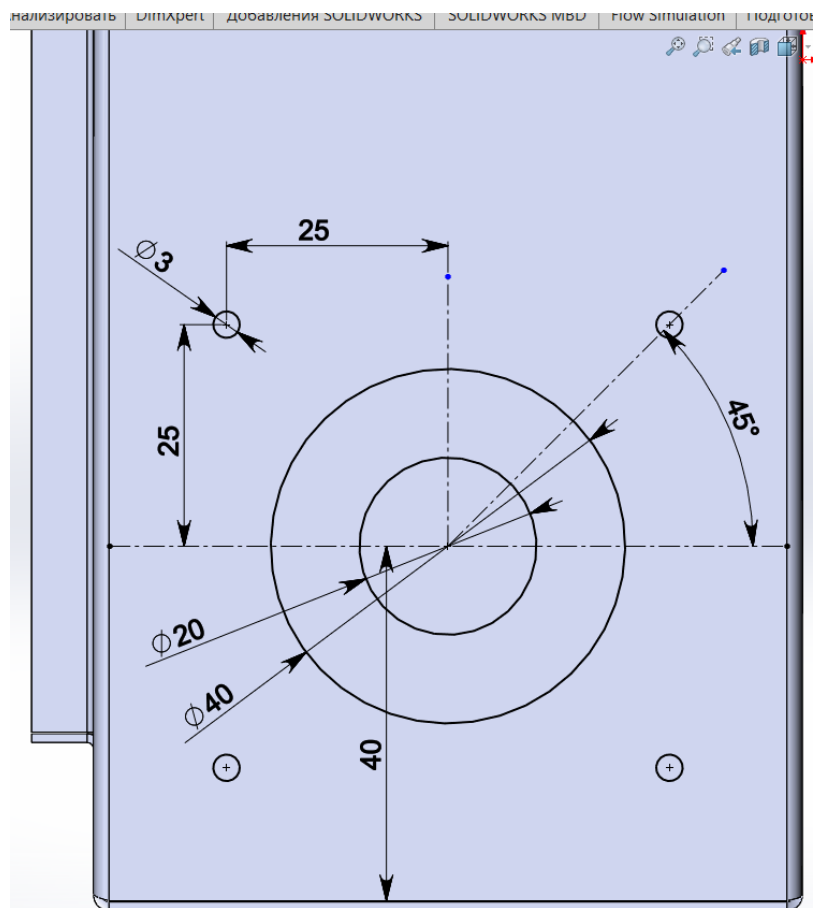

Рисунок 10 – создание опорного эскиза
11. Из пересечения осевых линий построить две окружности диаметром 20 мм и 40 мм. Из центра окружности провести осевую линию под углом 45 градусов (рис. 10).